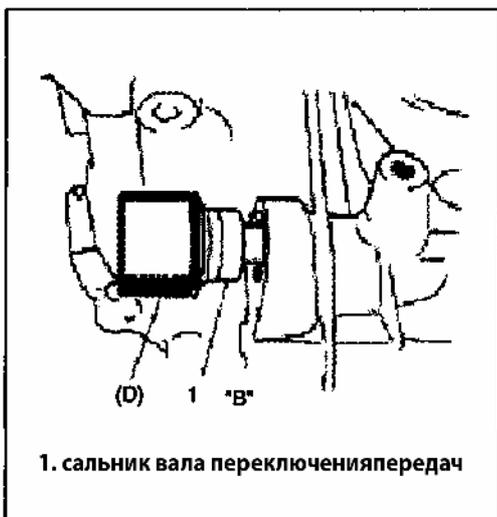

Рис. 397
3) Нанесите смазку на крышку сальника вала переключения передач и установите крышку на корпус при помощи специального инструмента и молотка (Рис.397).